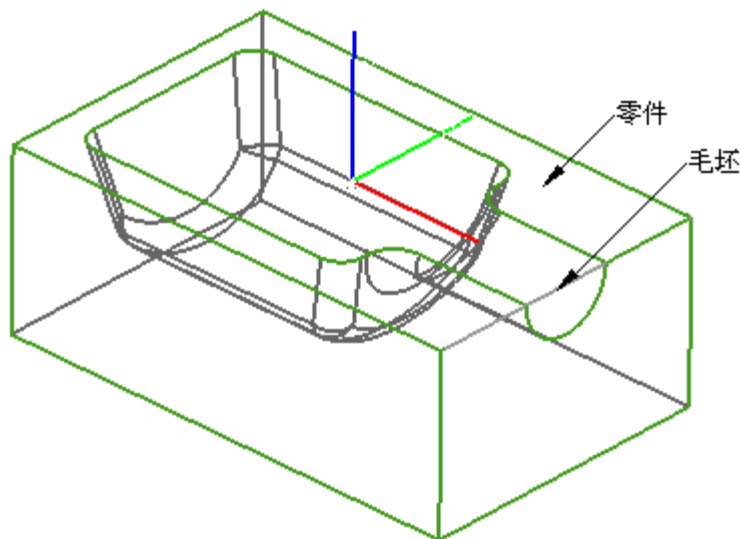

图 5-17
- 在 Cut Levels 对话框中, 单击  增加新范围, 分别选择如图 5-17 所示的 Point1、Point2 和 Point3, 增加 Range1、Range2 和 Range3, 并设置如图 5-17 所示的切削层厚度。